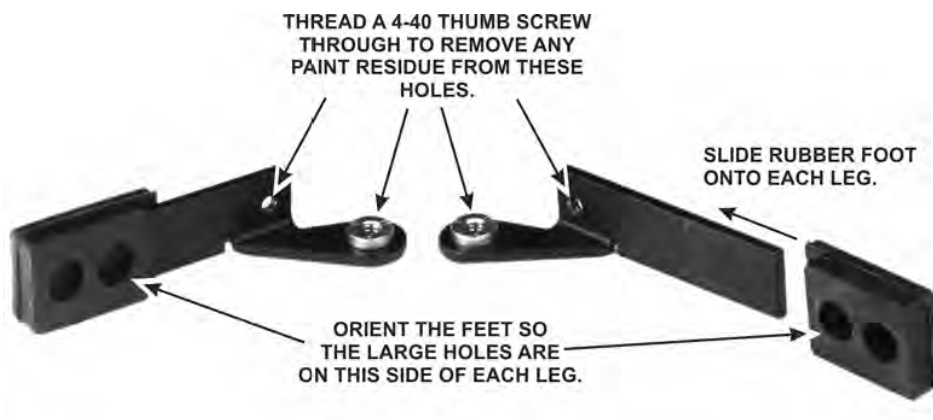

Figure 33. Preparing Tilt Legs for Installation – Part 1.
- 傾斜脚の中でネジ穴からどんなペンキも取り除くために黒い親指ねじを使用してください(図33を参照)。
- 図33に示されるような傾斜脚の上に残るゴム2フィートを滑らせてください。足は、摩擦によって適所に保持されます。必ず示されるような脚の上に足途中ずっと働いてください。